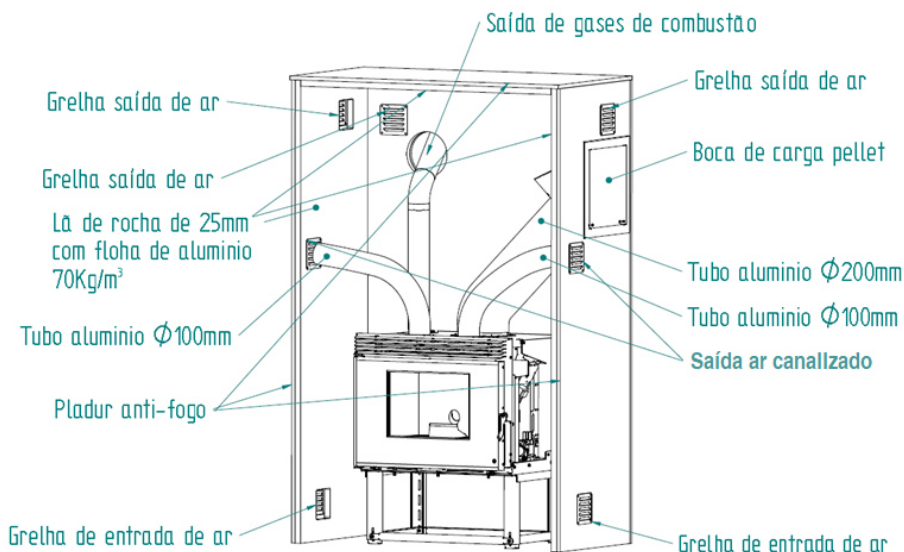

Figura 19 – Instalação inserível a pellets
- No exemplo de instalação, Figura 19, pode-se verificar que os tubos são colocados para canalizar a saída de ar quente para a habitação onde esta instalado o inserível, mas, poderia ser instalado para transportar ar quente para salas vizinhas. O comprimento máximo de tubos sem instalar uma caixa de extração de ar é de 3-4m.